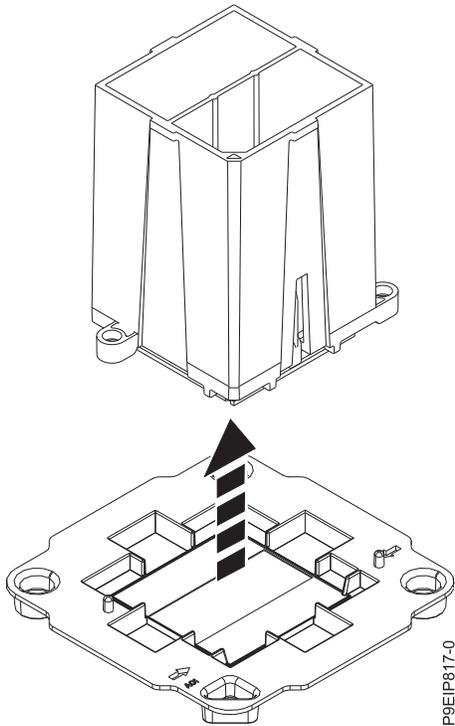

Figura 92. Cómo levantar el módulo del procesador del sistema de la bandeja de embalaje
6. Levante el módulo del procesador del sistema de la bandeja de embalaje, tal como se muestra en la Figura 92 en la página 86.